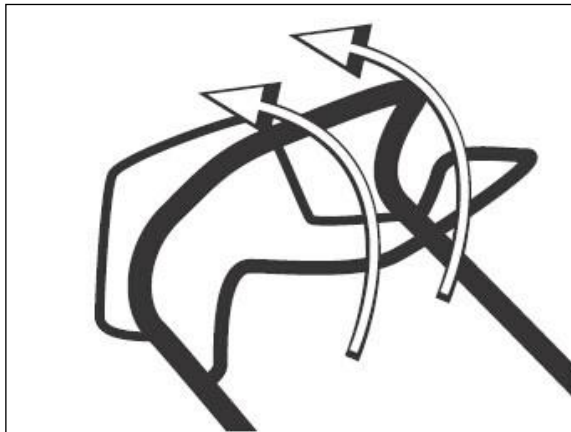

Abb. 12
- 1) Ziehen Sie beim Starten des Motors den Bremshebel an den Griff heran und halten Sie ihn angezogen. Halten Sie ihn während des Betriebs an den Griff herangezogen (Abb. 12).